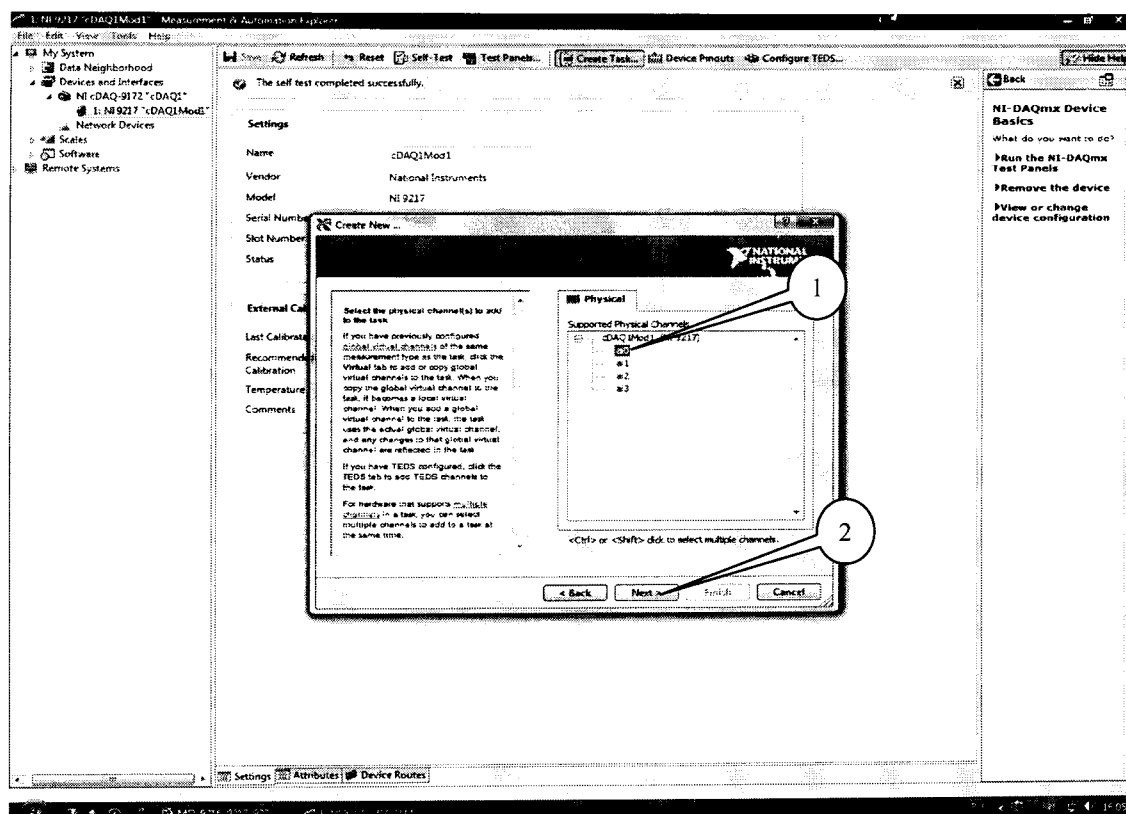

Рисунок 3.
7.3.2 В появившемся окне (рисунок 3) в перечне каналов выбрать канал «ai0» (1) и нажать кнопку «Next» (2). В следующем окне в строке запроса указать новое наименование проекта (например, «Проверка 9217») и нажать кнопку «Finish».